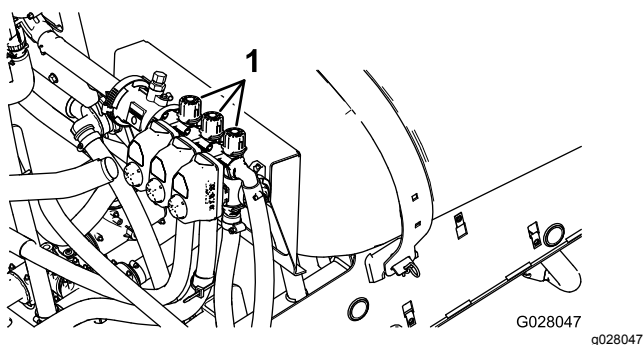

Figura 86
2. Spegnete l'interruttore della sezione sinistra e regolate la valvola di bypass della sezione sinistra (Figura 86) fino a quando la pressione visualizzata non corrisponde al livello precedentemente regolato (normalmente 2,75 bar).
4. Regolate la valvola di bypass della sezione destra (**Figura 86**) fino a quando la pressione visualizzata non corrisponde al livello precedentemente regolato (normalmente 2,75 bar).
6. Regolate la valvola di bypass della sezione centrale (**Figura 86**) fino a quando la pressione visualizzata non corrisponde al livello precedentemente regolato (normalmente 2,75 bar).